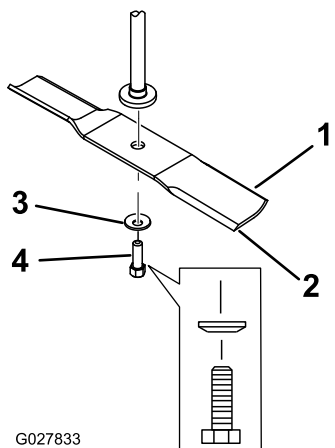

Figure 46
2. Enlevez de l'axe, le boulon, la rondelle bombée et la lame (Figure 46).
1. Placez la lame sur l'axe (Figure 46).
2. Montez la rondelle bombée (face concave vers la lame) et le boulon de lame (Figure 46).